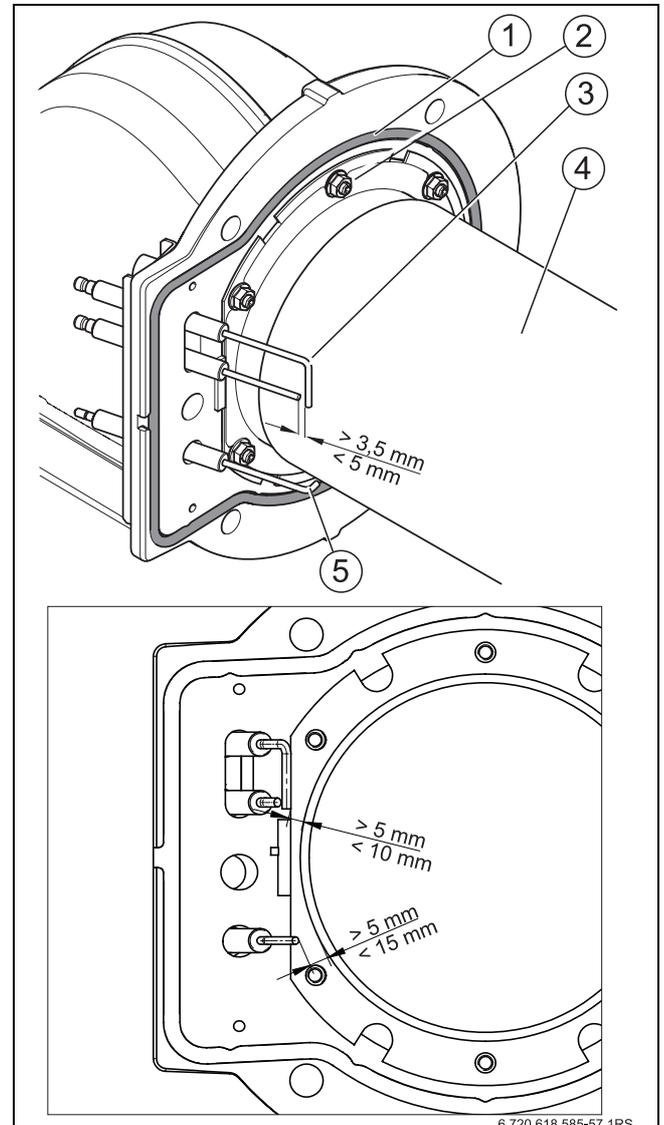

Fig. 54 Impostazione della posizione degli elettrodi
- ▶ Misurare le distanze degli elettrodi e compararle alle indicazioni nella fig. 54.